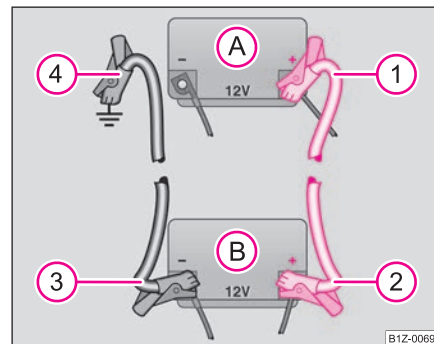

Fig. 199 Ayuda de arranque con la batería de otro vehículo: A - batería descargada del vehículo, B - batería auxiliar
- Conecte un extremo **1** al polo positivo ⇒ fig. 199 de la batería descargada **A**.